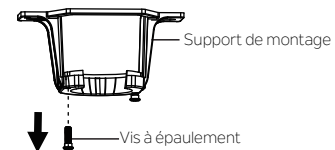

Fig. 13
Étape 1. Retirez l'une des deux vis à épaulement du support de montage. Desserrez la deuxième vis à épaulement sans toutefois la retirer complètement. (Fig. 13)